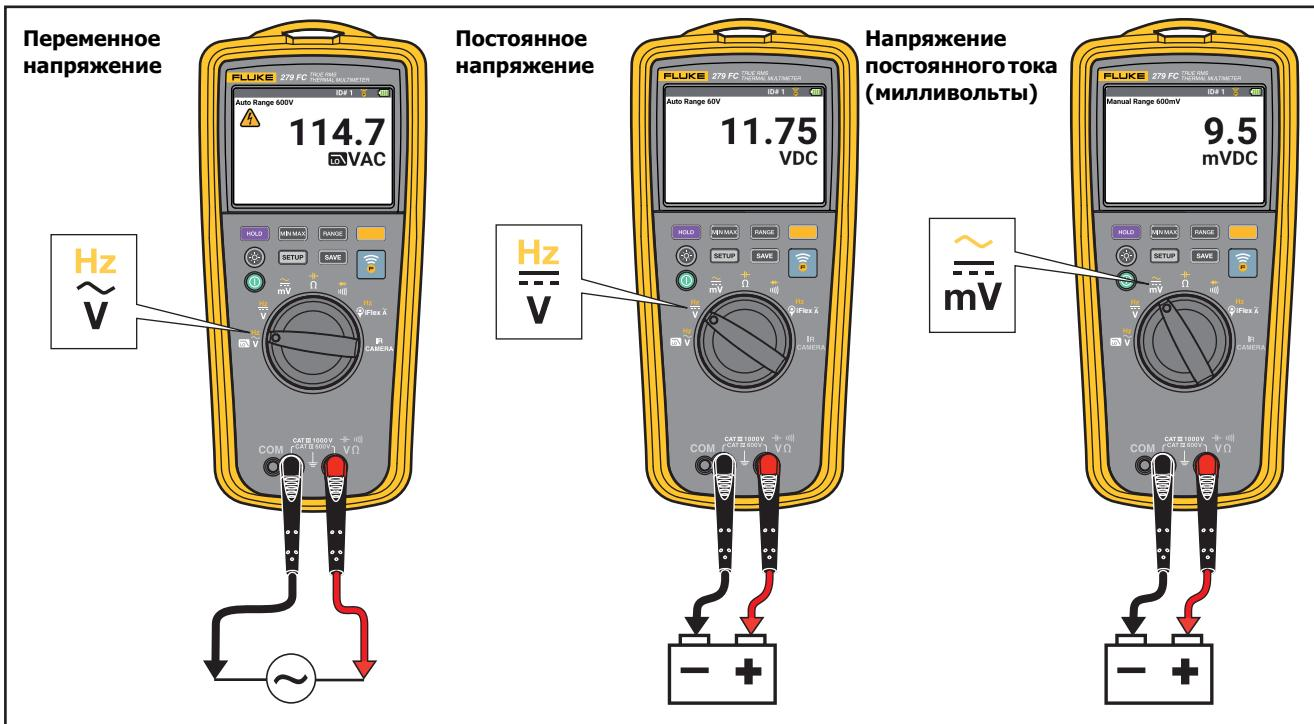

Рисунок 4. Измерения напряжения переменного и постоянного тока
- Измерения напряжения постоянного и переменного тока. См. Рисунок 4.
- Установите поворотный регулятор в положение . См. Рисунок 4.